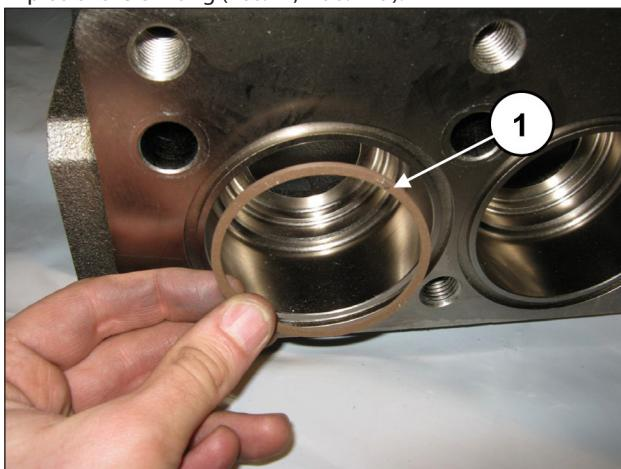

Abb. 149
Explosionszeichnung (Pos. ①, Abb. 149).